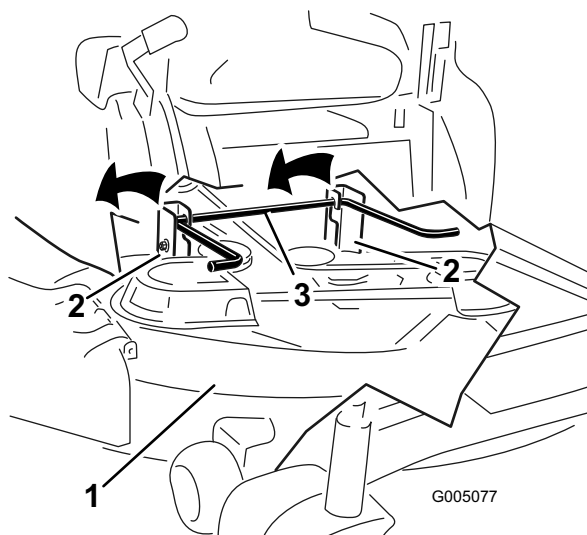

Figure 45
Note: Avant de déposer le plateau de coupe, notez les trous de fixation des pattes de mise à niveau (Figure 45).
5. Soulevez et enlevez le plateau de coupe et les supports de la tige de levage arrière et abaissez la tondeuse au sol avec précaution (Figure 45).
5. Soulevez l'arrière du plateau de coupe et guidez les supports sur la tige de levage arrière (Figure 45).